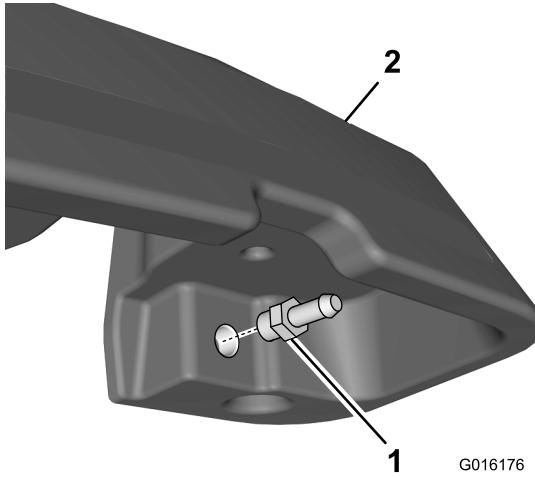

Figura 6
21. Installate il raccordo idraulico diritto nell'apertura sul lato inferiore del serbatoio del rivelatore di perdite (Figura 6).